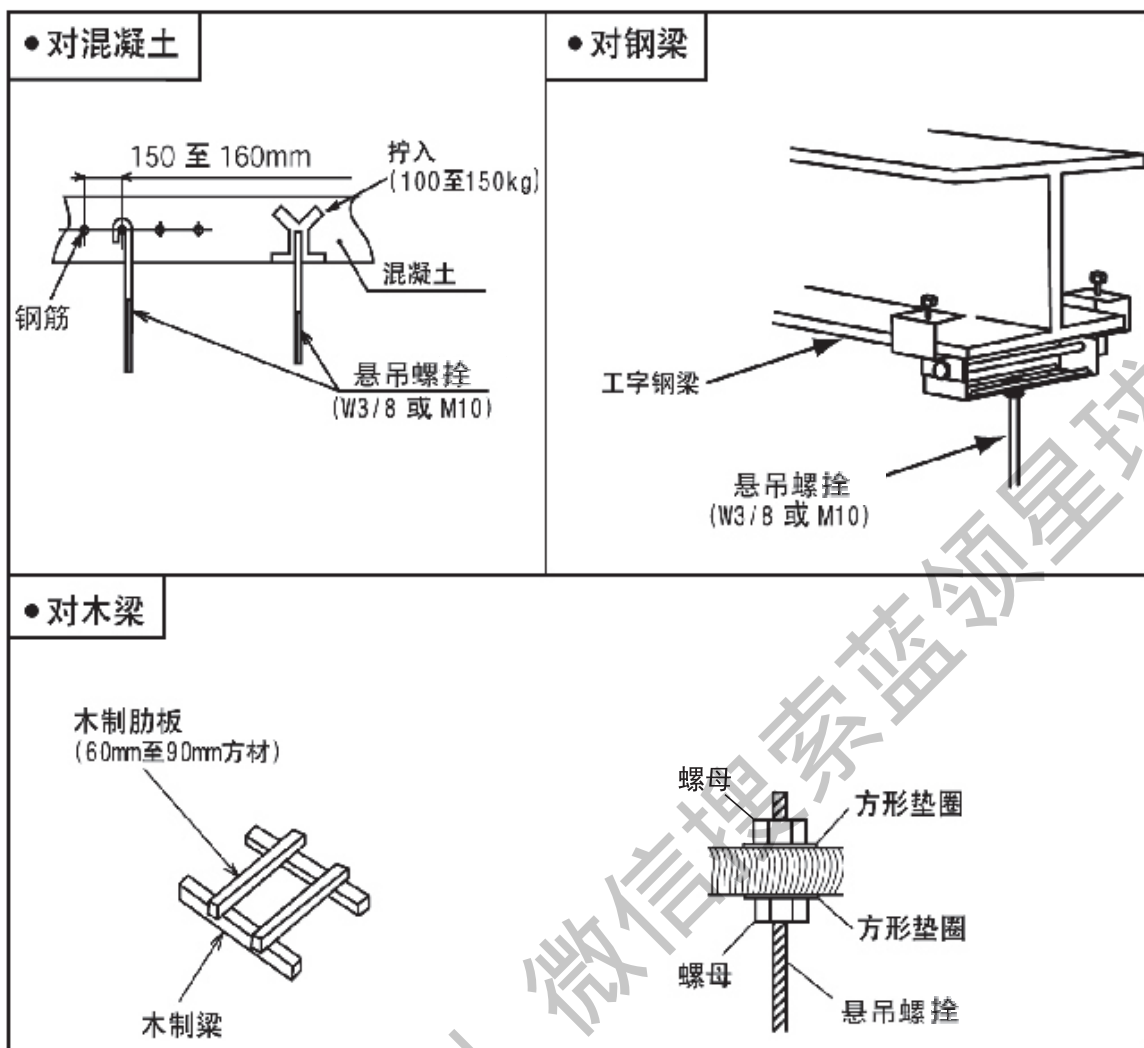

图2 悬吊螺栓的固定
- (1) 仔细考虑走管、配线和维修，选定合适的安装位置和方向。
- (2) 安装悬吊螺栓如下图 2 所示。